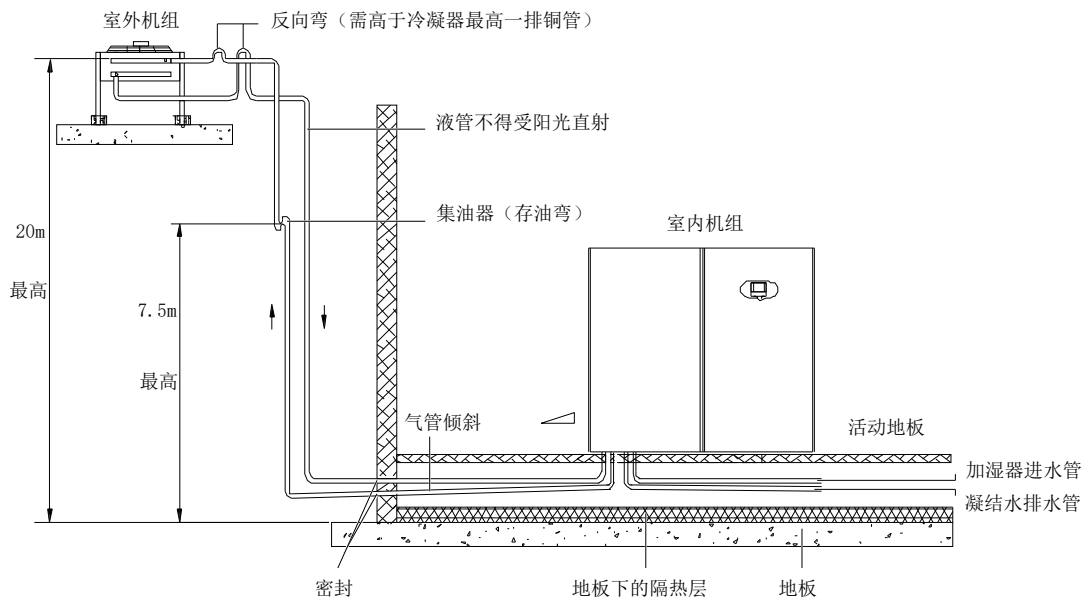
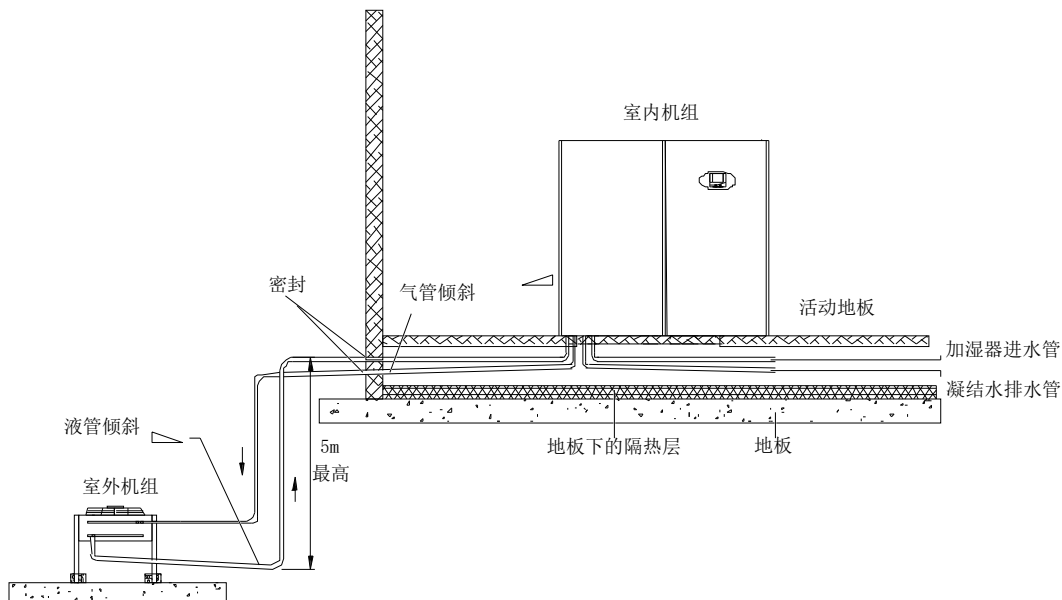

图3-2 冷凝器高于压缩机的安装示意图
图3-3 冷凝器低于压缩机的安装示意图
机组安装方式如图 3-2、图 3-3 所示。
- 1、当配置是 PEX 平面型冷凝器时，冷凝器高于压缩机时（见图 3-2），需要在冷凝器的气管和液管上加装反向弯，避免停机时液态制冷剂回流；若配置的是 LVC 冷凝器，可不加装反向弯。